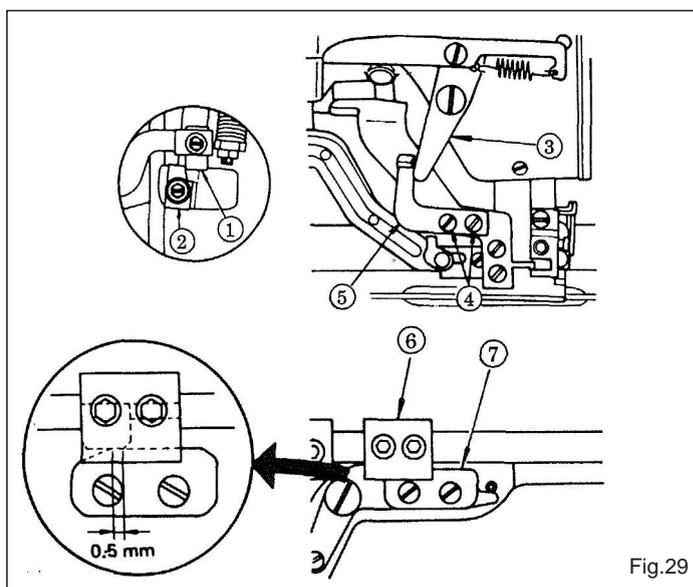

Fig.29
26. AJUSTE DO SUPORTE DO CORTADOR DA LINHA DA AGULHA E PLACA LIMITADORA (Fig. 29)